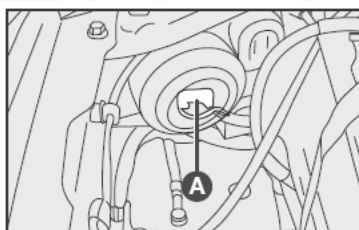
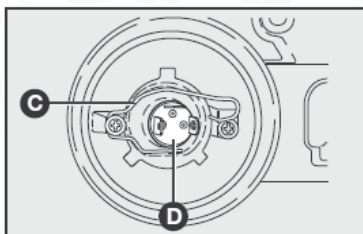

fig. 31
fig. 33
1) Suelte el conector A-fig. 31 de alimentación del faro;
3) Quite el portalámparas D - fig. 33 presionando la presilla C - fig. 33 y abriéndola lateralmente;
6) Reenganche la presilla de fijación C - fig. 33, colocando por último la tapa plástica B-fig. 31;
7) Reinstale el conector A-fig. 31.